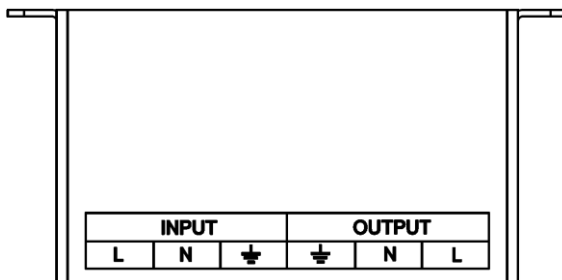

Рисунок 6 — Маркировка защитного кожуха
- подключение кабелей к клеммному блоку следует выполнять в соответствии с маркировкой, нанесенной на стенку кожуха (см. рисунок 6), все провода, для подключения к клеммному блоку изделия должны быть оконцованы кабельными наконечниками, комплект кабельных наконечников входит в комплект поставки;